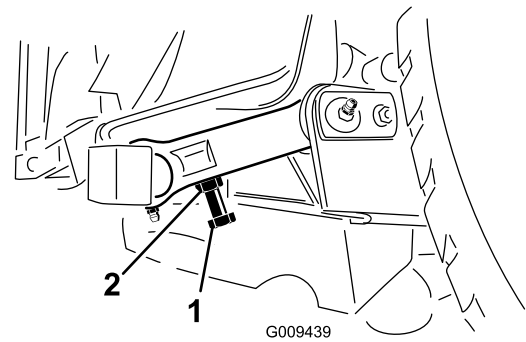

図 28
- 距離の調整が必要な場合は、刈り込みデッキの後ピボットリンクについている調整ボルトを使用する 図 28。調整ボルトのジャムナットをゆるめる。調整ボルトで隙間を 1016mm に調整し、ジャムナットを締める。